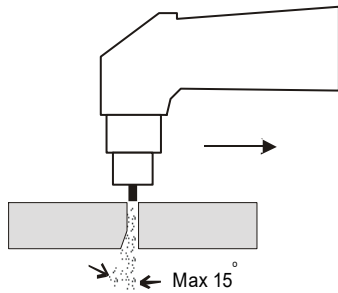

Abb. 8
1. Hohe Geschwindigkeit des Schneidens (überzeugen Sie sich, ob die Neigung des durchdringenden Schneidlichtbogens nicht ca. 15° überschreitet (siehe Abb. 8).